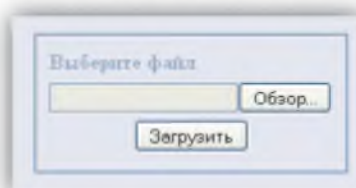

Рисунок 7.1.2.3 – Окно выбора файла для загрузки
- в открывшемся окне нажать кнопку «Обзор», выбрать необходимый для загрузки файл формата Excel и нажать кнопку «Загрузить» (рисунок 7.1.2.3).
- после этого выполнения действия в окне (рисунок 7.1.2.4) выбрать тип изменения объекта и нажать кнопку «Начать импорт».